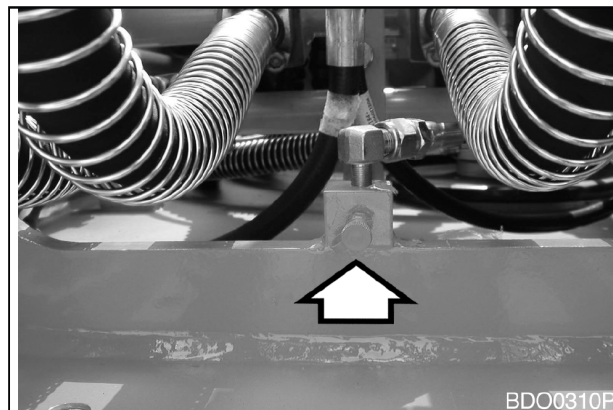

Рис. 67
3. Нажать смазочный фитинг и ввести смазку тавотницей в указанную точку.(рис. 67)